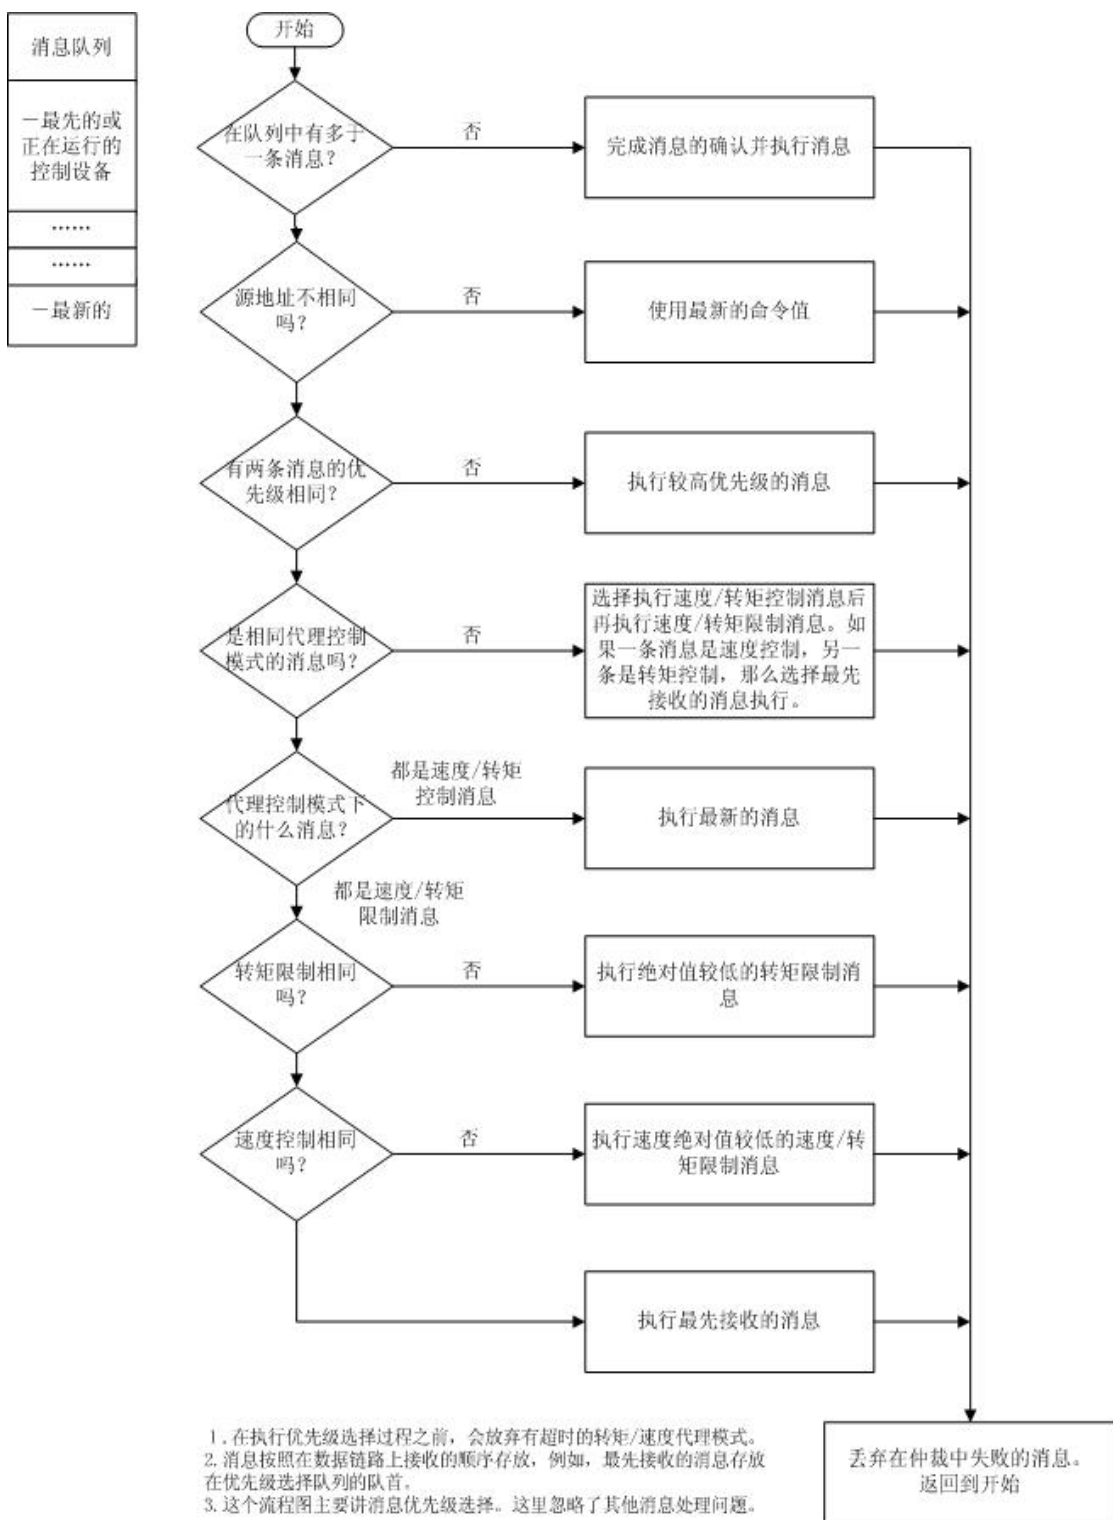

图 9—转矩/速度控制优先级选择流程
- e. 选择哪一个设备来控制发动机的转速或转矩要由代理模式的优先级决定，有较高优先级的设备可以获得控制权。如果两台设备有相同的优先级，那么发动机会先响应速度/转矩控制命令，后响应速度/转矩限制命令。发动机会以先到先服务的原则来执行速度或转矩命令。转矩限制命令会选择较小的转矩值来执行（例如，有一台设备命令限制 60%，而另一台设备命令限制 80%，那么发动机会把转矩限制在 60%）。图 9 提供了一个转矩/速度控制优先级选择的流程图。